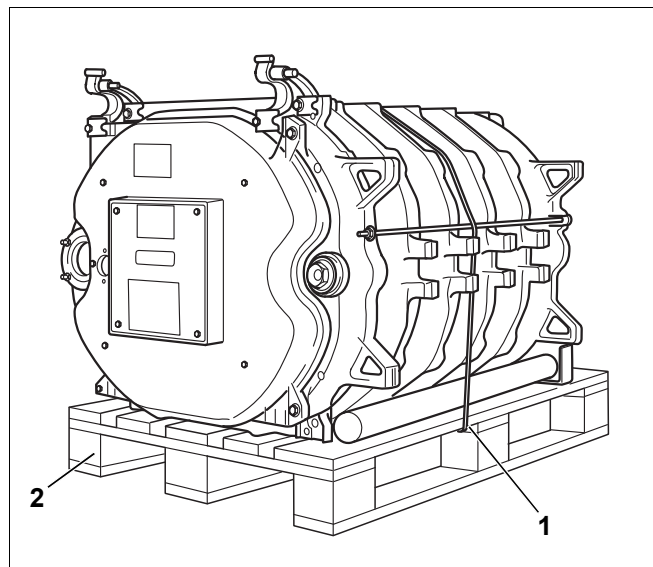

Рис. 18 Котловой блок на поддоне
- Разрежьте крепёжную ленту (рис. 18, [1]).
- Перед установкой котла уберите поддон (рис. 18, [2]).